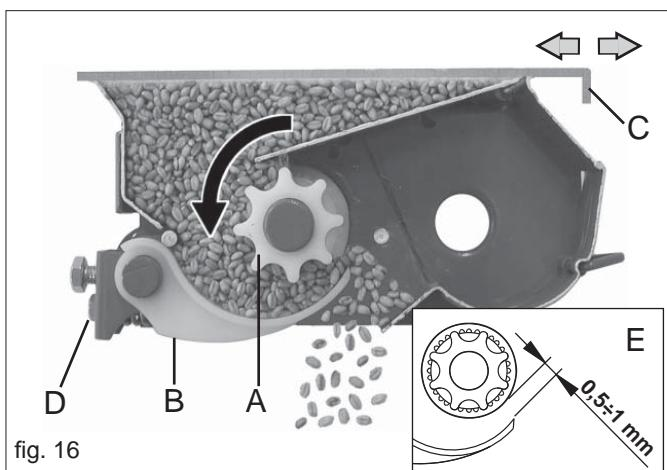

fig. 16
Korrekt eingestellte Abtaster (**B** Abb. 16) sichern einen gleichmäßigen und konstanten Verteilfluß des Saatgutes.
- 3) über die Schraube (**D**) wird der Abstand zwischen Abtaster und Verteilerwalze auf $0,5 \div 1$ mm (**E** Abb.16) eingestellt.
Die Schliesser (**C** Abb. 16) der Saatgutausslassöffnung aus dem Trichter haben **zwei Positionen**: